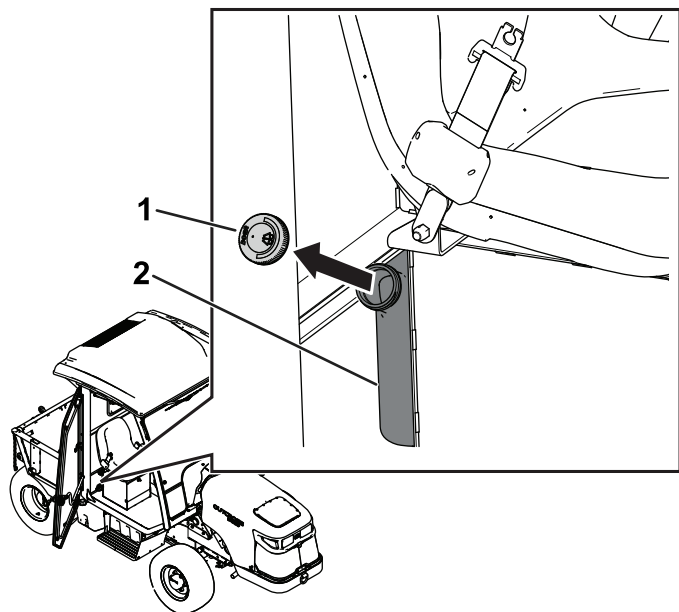

Figura 129
1. Retire el tapón del depósito (Figura 129).